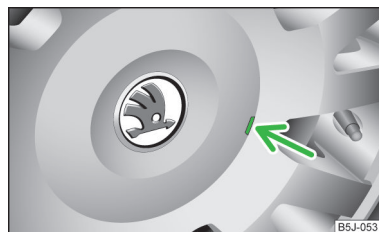

Fig. 136
- Procedendo con prudenza, smontare le coppe della ruota utilizzando la staffa in metallo dell'attrezzatura di bordo » fig. 136.